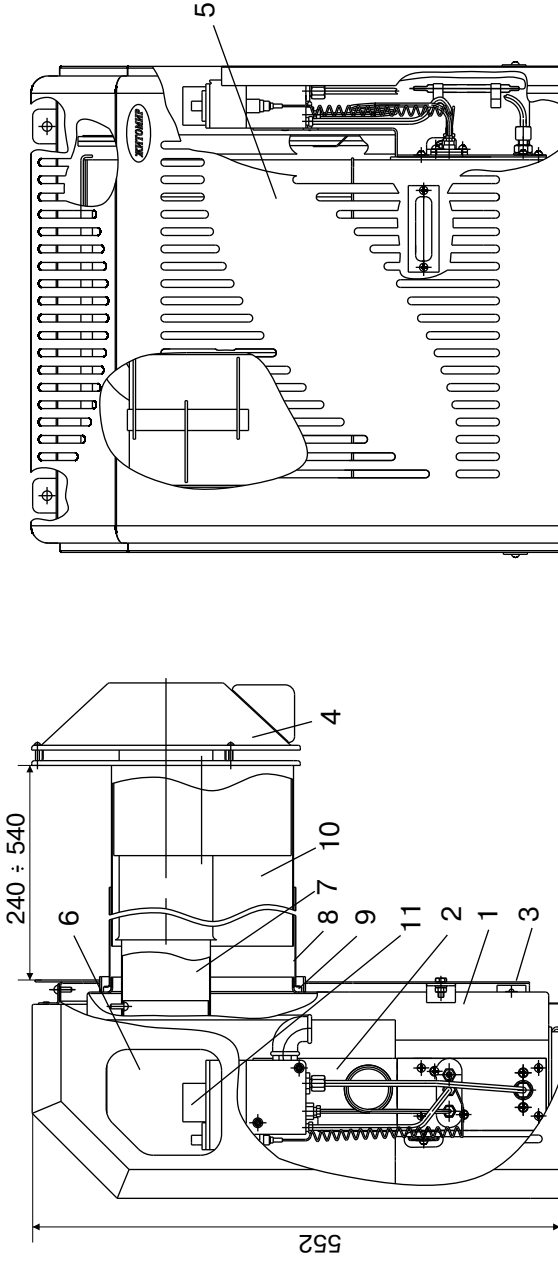

Рис. 1. Устройство конвектора
5.1. Конвектор (см рис.1) состоит из таких основных частей: корпуса с герметичной камерой сгорания, дымо-воздушного блока (дымохода), газогорелочного устройства, крышек, закрывающих верхний и нижний проемы, облицовочного кожуха. Для обеспечения герметичности топки конвектора между корпусом и дымоходом, газогорелочным устройством, крышками установлены прокладки из базальтового картона.
6.4. Установка конвектора должна выполняться в соответствии с требованиями ДБН В.2.5-20, приведенным в таблице 3 в такой последовательности: (см. рис. 1,2)